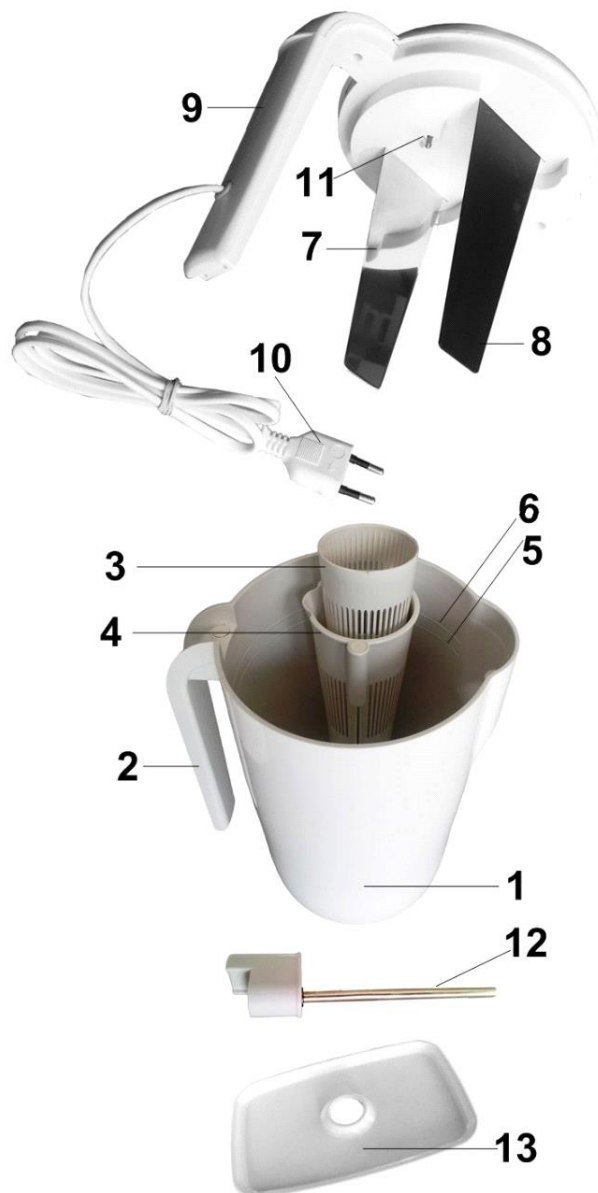

Abb.1 Aufbau des Geräts
- 4.1. Das Gerät besteht aus: dem unteren Behälter (1), Bechern (3; 4), der Haube (9) und der Ablage (13). (Siehe Abb. 1)